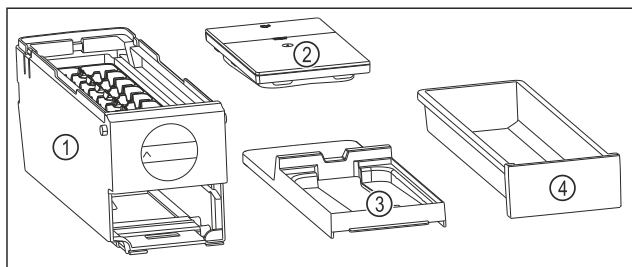

Fig. 88 Součásti EasyTwist-Ice
- EasyTwist-Ice je rozebrán na čtyři části. (viz Fig. 88)
- EasyTwist-Ice rozebírejte pouze na zobrazené součásti. (viz Fig. 88)
- Korpus EasyTwist-Ice Fig. 88 (1) vyčistěte jako celek.